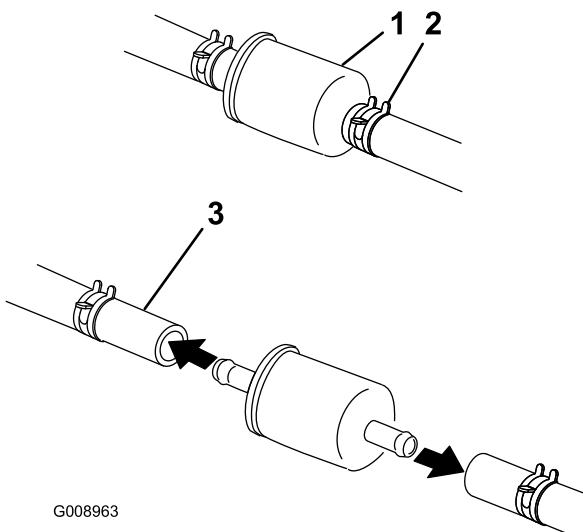

Figure 50
3. Nettoyez la surface autour du bouchon du réservoir de carburant pour éviter que des débris ne tombent à l'intérieur du réservoir (Figure 50).
4. Pincez les extrémités des colliers et faites glisser ceux-ci pour les éloigner du filtre (Figure 50).